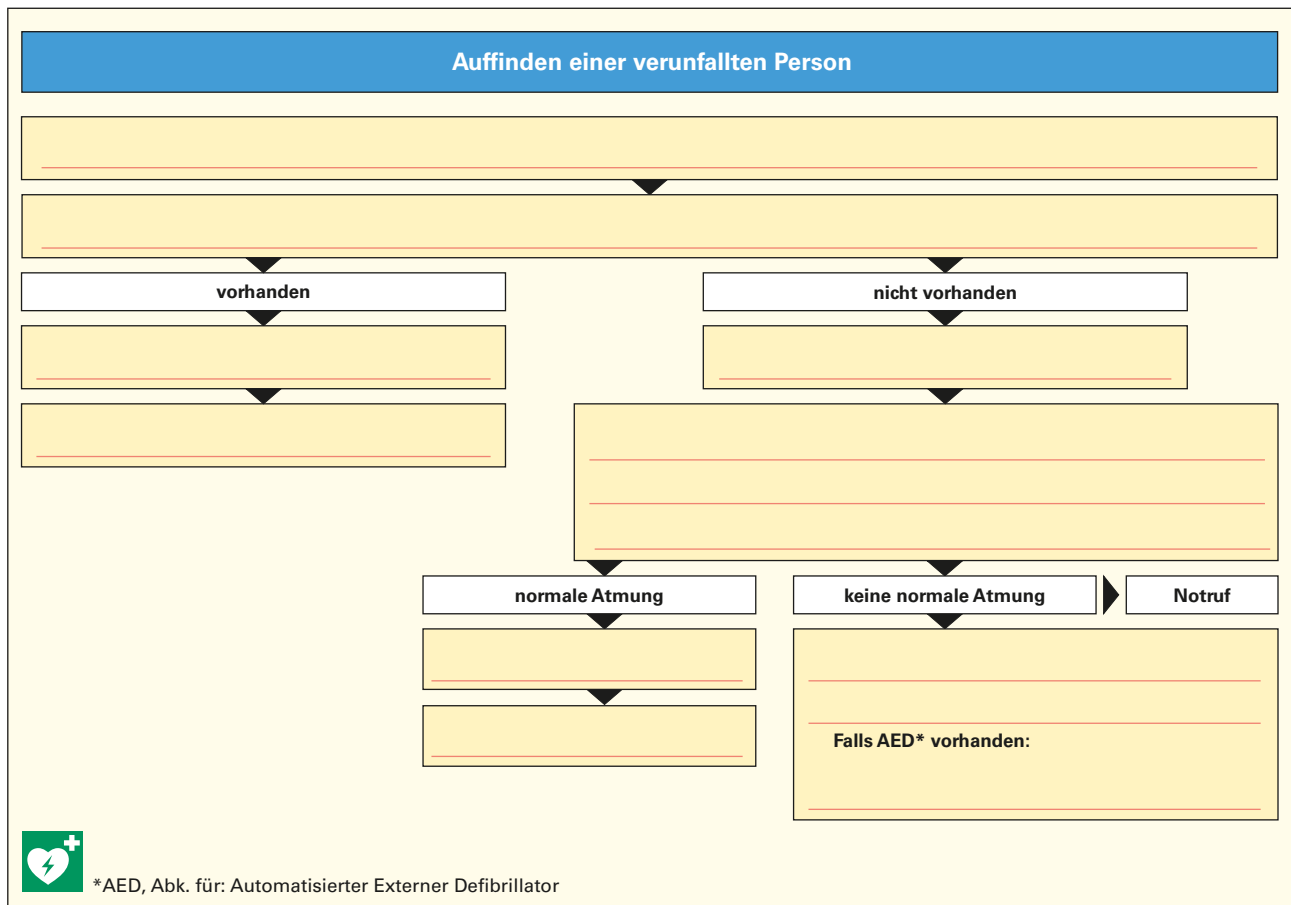

Bild 2: Maßnahmen zur Ersten Hilfe
3. Ergänzen Sie im **Bild 2** die Maßnahmen zur Ersten Hilfe bei einem Notfall.